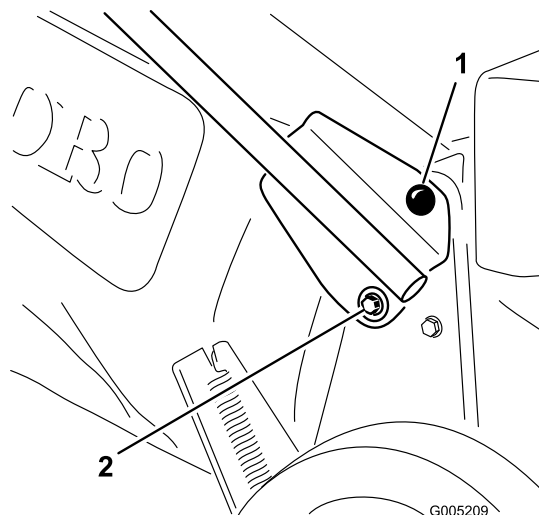

Figure 3
3. Ramenez le guidon en position de fonctionnement et installez les fixations comme indiqué (Figure 3).